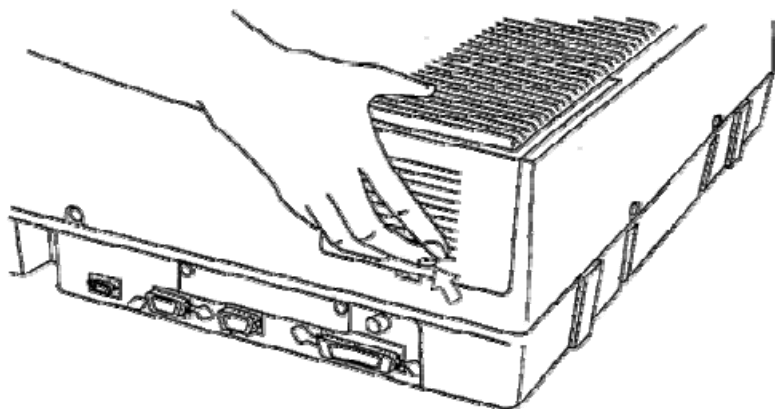

图 14: 按下箭头部位并抬起盖子以松开钩子
(1) 关闭仪器电源, 打开光源室盖子 (如下图 14、图 15 所示)。